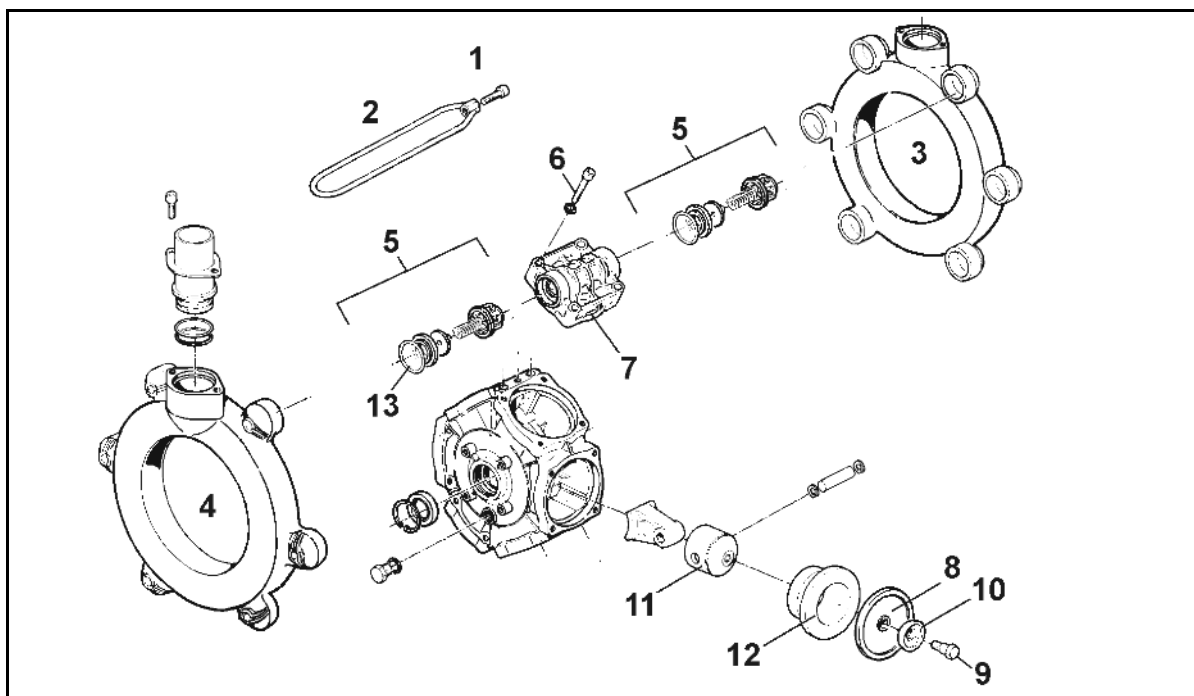

Fig. 174
- Verifique a membrana de pistão (Fig. 174/8), no mínimo, uma vez por ano, através de desmontagem, em relação a um estado perfeito.
- Preste atenção à respetiva posição de montagem das válvulas do lado de aspiração e de pressão, antes de retirar os grupos de válvulas (Fig. 174/5).
2. Soltar os parafusos (Fig. 174/1) e retirar os esticadores (Fig. 174/2).
3. Retirar o canal de aspiração e de pressão (Fig. 174/3, Fig. 174/4) incluindo os grupos de válvulas (Fig. 174/5).
4. Após retirar os parafusos (Fig. 174/6), retirar a cabeça cilíndrica (Fig. 174/7).
5. Verificar a membrana de pistão (Fig. 174/8).
- Fixar a membrana de pistão (Fig. 174/8) de tal modo com o disco de retenção (Fig. 174/10) e o parafuso (Fig. 174/9) no pistão (Fig. 174/11), de modo a que o bordo aponta para o lado da cabeça cilíndrica (Fig. 174/7).
- É absolutamente necessário apertar os parafusos (Fig. 174/1) em cruz, com o binário indicado. Um aperto incorreto das porcas dá origem a deformações e, deste modo, a fugas.
1. Soltar o parafuso (Fig. 174/1) e retirar a membrana de pistão (Fig. 174/8) em conjunto com o disco de retenção (Fig. 174/10) do pistão (Fig. 174/11).
3. Retire o cilindro (Fig. 174/12) da caixa da bomba.
6. Volte a introduzir o cilindro (Fig. 174/12) na caixa da bomba.
7. Montar a membrana de pistão (Fig. 174/8).
8. Unir a cabeça cilíndrica (Fig. 174/7) por flange na caixa da bomba e apertar os parafusos (Fig. 174/6) de modo uniforme em cruz.
9. Montar os grupos das válvulas (Fig. 174/5) após verificação e limpeza.
10. Aplicar as juntas circulares novas (Fig. 174/13).
11. Unir o canal de aspiração (Fig. 174/3) e de pressão (Fig. 174/4) por flange à caixa da bomba.
12. Aperte os parafusos (Fig. 174/1) em cruz com um binário de aperto de **11 Nm**.